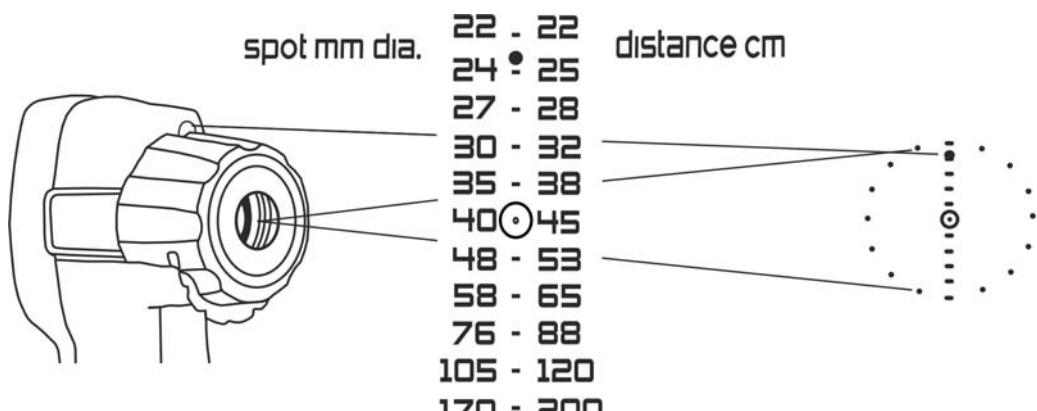

Fig. 15: Activation du pointeur laser
4. Appuyer sur la gâchette et maintenir l'appui pour activer l'appareil et le diriger vers la surface de l'objet dont la température doit être mesurée. Le pointeur laser en haut de l'appareil (voir Fig. 1 – partie 1) et la zone du faisceau laser sont dirigés vers la cible (voir Fig. 15).